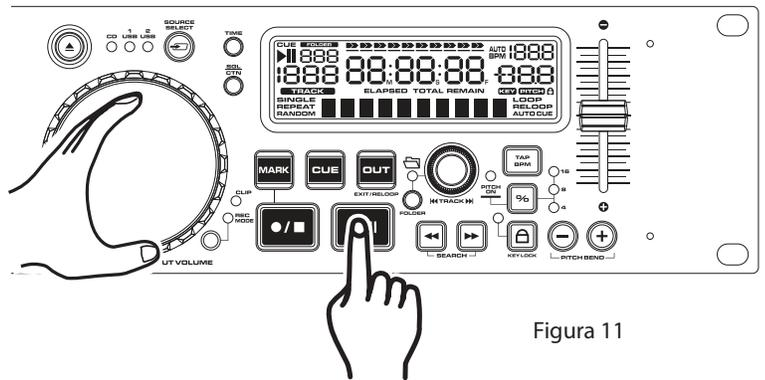

Figura 11
Esta característica le permite desplazarse a través de una pista para configurar un punto de referencia o de bucle. Para usar la función de desplazamiento debe estar primero en modo Pausa. Una vez se encuentra en modo Pausa, gire la RUEDA DE SELECCIÓN (20) para desplazarse por la pista (Figura 11). Girando la rueda en el sentido de las agujas del reloj avanzará en búsqueda de frame, y girando la rueda en sentido contrario a las agujas del reloj irá hacia atrás en la búsqueda de frame. Cuando utilice la RUEDA DE SELECCIÓN (20) la función de monitorado (nivel de altavoces) le permite oír por dónde se está desplazando. Una vez haya llegado al punto de inicio que buscaba, puede reproducir desde este punto de referencia (inicial) pulsando el BOTÓN PLAY/PAUSE (REPRODUCCIÓN/PAUSA) (16) como en la Figura 11. Al pulsar el BOTÓN CUE (18), el disco volverá al punto de referencia recién configurado.